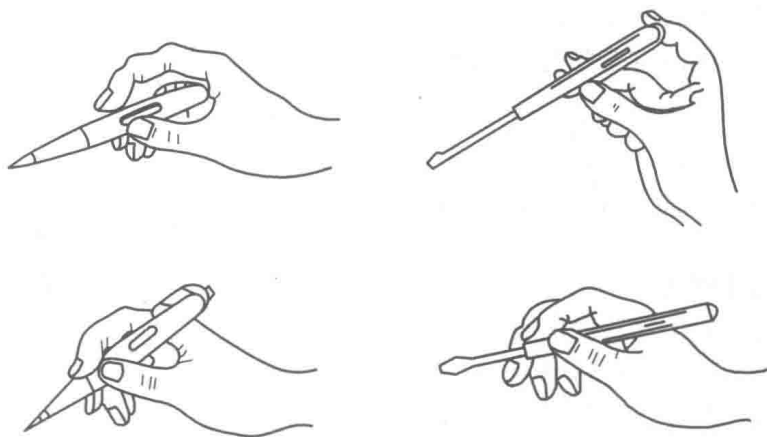

图1-1 验电器的使用方法
(1) 在老师的指导下认识和练习电工工具的正确使用,认识万用表的结构并熟知使用时的注意事项,认识兆欧表的结构并熟知使用时的注意事项。在规定时间内完成并达到实训要求。
(2) 熟知并完成以下知识点和技能点:
① 低压验电笔。
- c. 判断图1-1中验电器的使用方法是否正确,在正确的下面打“√”。